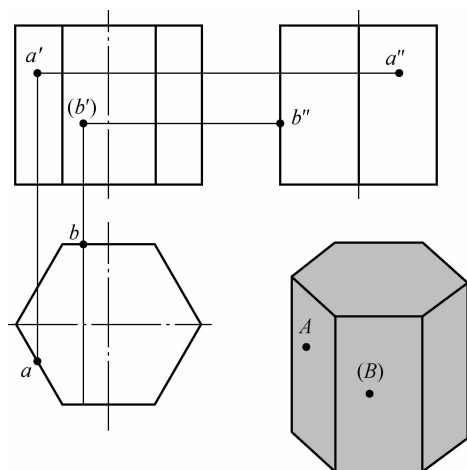

图 1-3-3 棱柱表面取点
(3) 棱柱表面上点的投影,均可利用积聚性来求,如图 1-3-3 所示。